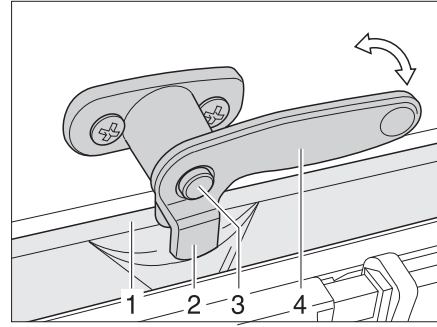

Bild 74 Låsspak med låsknapp i läget "kontinuerlig vädring"
- Tryck på låsknappen (Bild 74,3) om sådan finns och håll den nedtryckt.